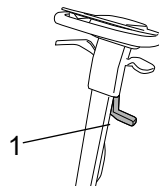

Fig.5
- Løft sugenalened hjelp av spaken (fig. 5 - ref. 1).